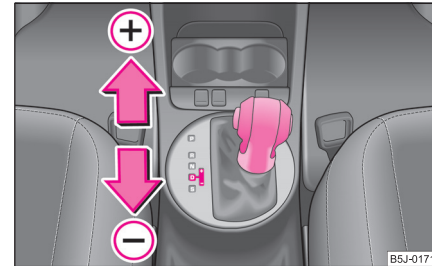

Abb. 120 Wählhebel: manuelles Schalten
- Tippen Sie den Wählhebel (in der Tiptronic-Stellung) nach vorn an ⇒ Abb. 120 (+).